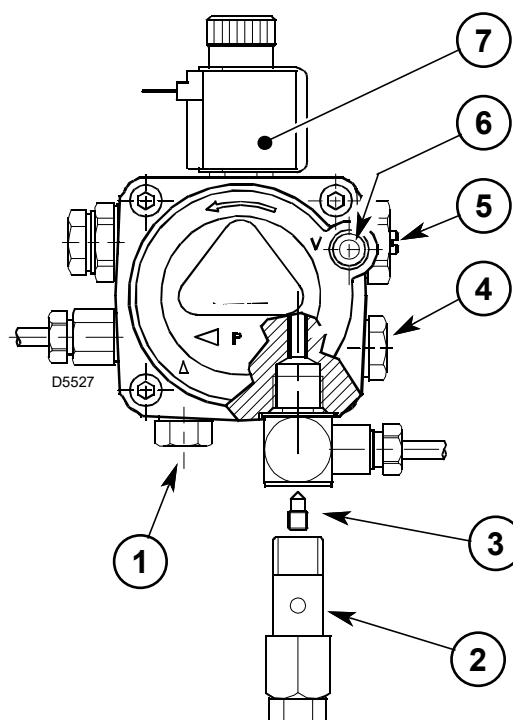
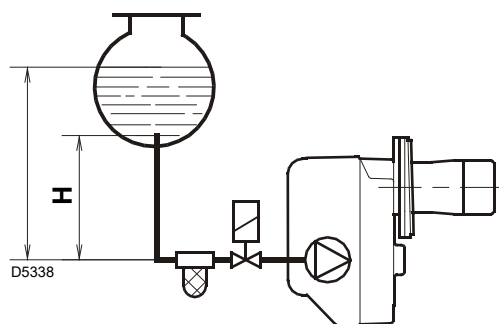

Fig. 15
Fig. 16
Viene tarato in fabbrica a 9 bar. Il manometro per il controllo della pressione va montato al posto del tappo 4)(Fig. 15).
Il manometro per il controllo della pressione va montato al posto del tappo 4)(Fig. 15).
Se è necessario ritardare tale pressione, o se si preferisce cambiarla, basta agire sulla vite 5)(Fig. 15).
A seconda che l'uscita dei tubi avvenga a destra o a sinistra del bruciatore si dovranno invertire sia la piastrina di fissaggio 1) che la squadretta di chiusura 2)(Fig. 16).
Il tappo di aspirazione 1)(Fig. 15) è in materiale plastico. Una volta rimosso non deve essere più utilizzato.
La pompa dispone di un organo di regolazione della pressione di mandata 4)(Fig. 15).
- Se necessario, ritare la pressione agendo sulla vite 5) Fig. 15.
Gli impianti monotubo in pressione (Fig. 16) presentano una pressione del combustibile positiva all'ingresso del bruciatore.
Per il funzionamento monotubo è necessario svitare il tappo di ritorno 2)(Fig. 15), togliere la vite di by-pass 3)(Fig. 15) e quindi riavvitare il tappo 2)(Fig. 15) con coppia di serraggio 0,5 Nm.
Negli impianti di Fig. 16 e Fig. 17, la tabella riporta le lunghezze massime indicative per la linea di alimentazione in funzione del dislivello, della lunghezza e del diametro della condotta combustibile.
Nell'impianto di Fig. 16 è sufficiente allentare l'attacco del vacuometro 5)(Fig. 15) ed attendere la fuoriuscita del combustibile.